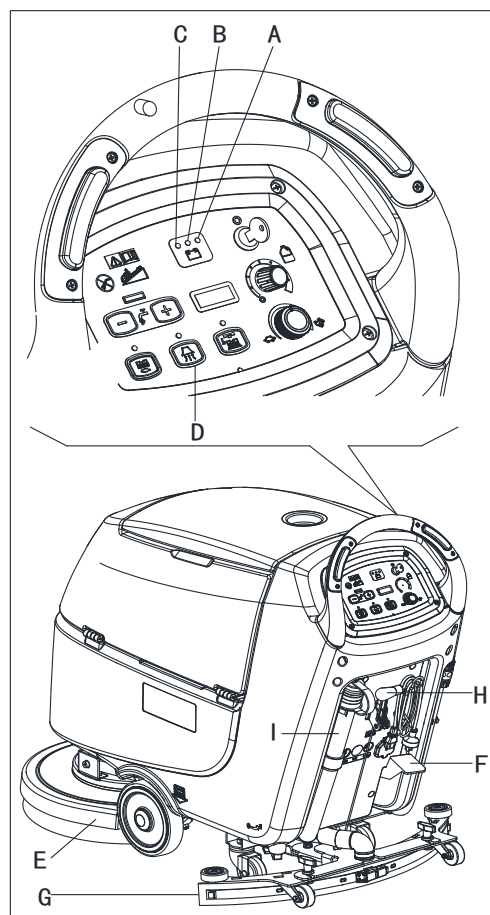
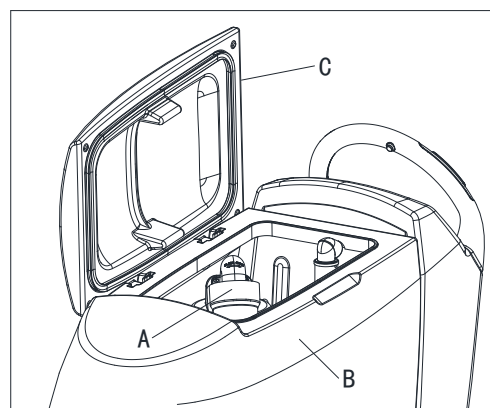

Figura 8
Figura 9
Un sistema di spegnimento automatico a galleggiante (A, Figura 9) blocca il sistema di aspirazione di recupero quando serbatoio dell'acqua di recupero (B) è pieno. La disattivazione del sistema di aspirazione è segnalato da un improvviso aumento della frequenza di rumore del motore di aspirazione, inoltre il pavimento non viene asciugato.
Se il sistema di aspirazione si spegne accidentalmente (per esempio, quando il galleggiante è attivato a causa di un improvviso movimento della macchina), per riprendere il funzionamento: spegnere il sistema di aspirazione premendo l'interruttore (D, Figura 8), quindi aprire il coperchio (C, Figura 9) e verificare che il galleggiante dentro la griglia (A) sia sceso a livello dell'acqua. Quindi chiudere il coperchio (c) e accendere il sistema di aspirazione premendo l'interruttore (D, Figura 8).
Quando il serbatoio di recupero dell'acqua (B, Figura 9) è pieno, svuotarlo seguendo la seguente procedura.
2. Sollevare la piattaforma spazzole/cuscinetti (E, Figura 8) premendo il pedale (F).
3. Sollevare il tergipavimento (G) con la leva (H).
5. Svuotare l'acqua di recupero con il tubo (I). Quindi, sciacquare il serbatoio (B, Figura 9) con acqua pulita.